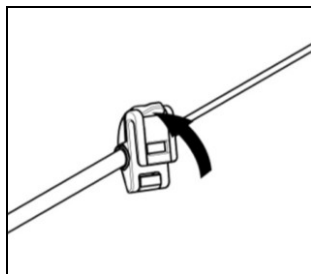

Fig. 23
- Ouvrez le clip situé sur la tige du microphone, en faisant levier comme cela est indiqué à la Fig. 23.